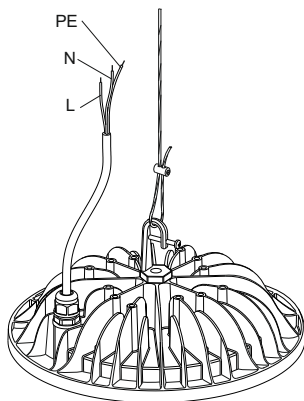

Рисунок 5
4.6 Подключение светильника к сети электропитания производить сетевым кабелем, выведенным из корпуса светильника (рисунок 5), согласно цветовой маркировки проводников:
- к фазному проводнику сети – коричневый проводник (L) светильника;
- к нейтральному проводнику сети – синий проводник (N) светильника;
- к заземляющему проводнику сети – жёлто-зелёный проводник (PE) светильника.